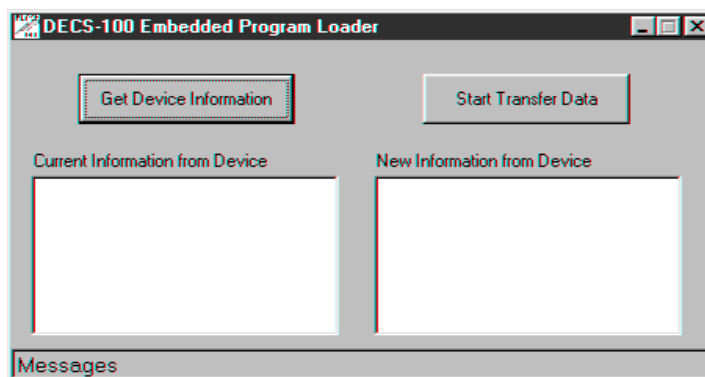

Figure 5-22. Chargeur de Programme intégré du DECS-100
3. Cliquez sur **Qui** pour effectuer le téléchargement du logiciel. L'écran Etablissement de Communication apparaît alors (Figure 5-4). Choisissez le port de communication actif de votre PC et cliquez sur le bouton **Initialiser**. BESTCOMS obtient les paramètres de configuration du DECS-100 et sauvegarde tous les paramètres. Lorsque la sauvegarde des paramètres est terminée, le Chargeur de Programme Intégré de la Figure 5-22 apparaît.